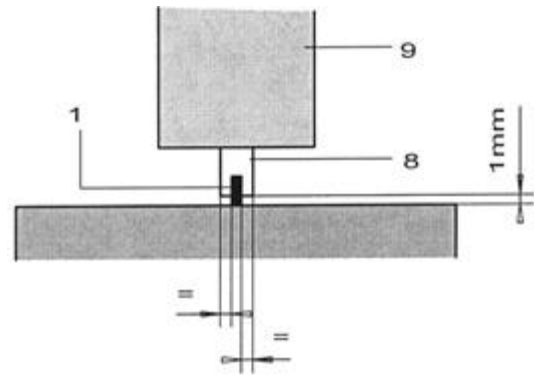

Abb. 4 Mitte Y-Richtung
- Stellen Sie durch Drehen der drei Rändelschrauben (3) am Aufnahmesockel (4) die Positionseinrichtung in der Y-Richtung mittig ein (Abb. 4).